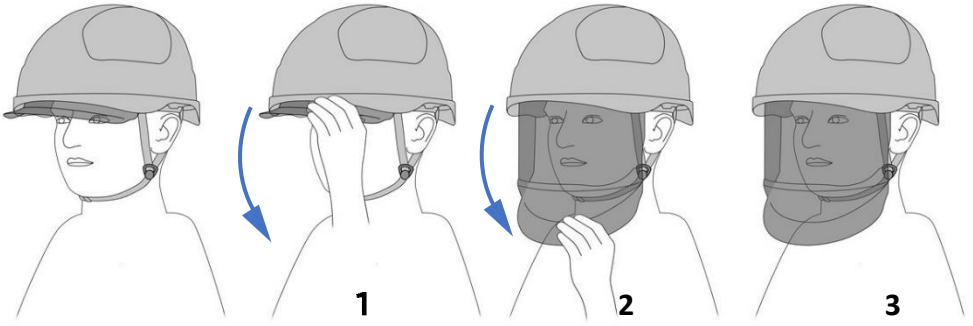

Fig. 6
1. Keď chcete zatvoriť tvárový štít (Fig. 6), jemne uchopíte za striešku (1) a potiahnete (2), až kým sa úplne nevysunie z prilby (3)